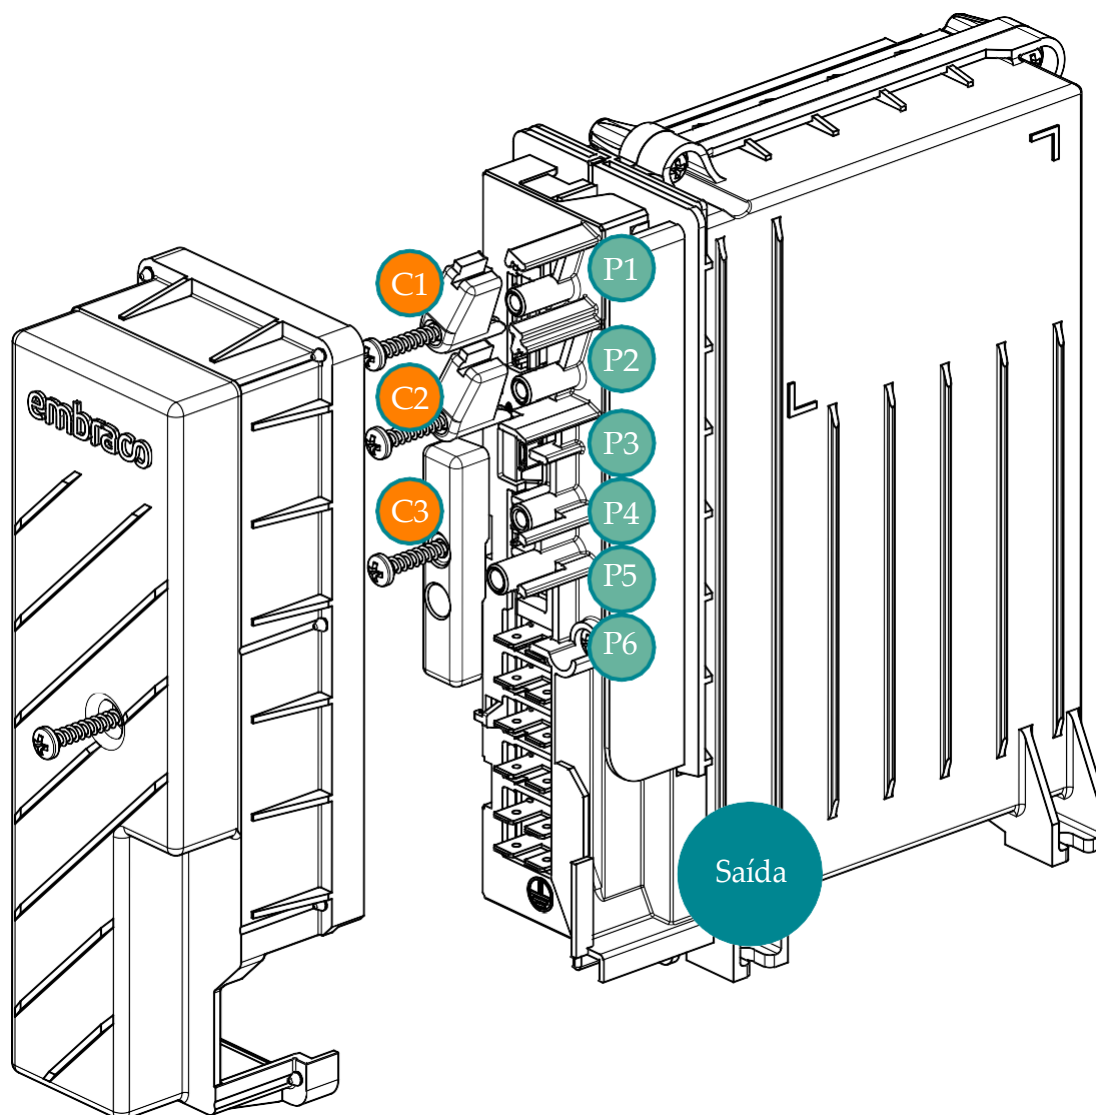

Figura 3.1: Caminhos e alívios dos cabos
O inversor CF05D é fornecido apenas com cabo do motor do compressor, que possui seu próprio dispositivo de proteção. O cabo do motor do compressor já está montado no inversor. O cabo de alimentação de entrada, os cabos de aterramento e de comunicação não são fornecidos pela Embraco. Conforme mostrado na Figura 3.1, o CF05D possui 5 direções de cabos e 2 ancoragens dedicadas para retê-los do sistema.
2. Fazer as conexões elétricas e passar os cabos pelo caminho do cabo (ver a Figura 3.1).
3. Passar todos os cabos pela saída (ver a Figura 3.1).
- Os parafusos mostrados na Figura 3.1 devem ser fixados com torque de 1,0 Nm ( $\pm 0.2$ ).